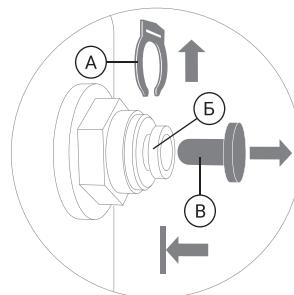

Рис. 2
1. Удалите стопорную клипсу (A). Удерживая цанговое кольцо (Б) прижатым к основанию фитинга, аккуратно извлеките заглушку (В) (рис. 2).